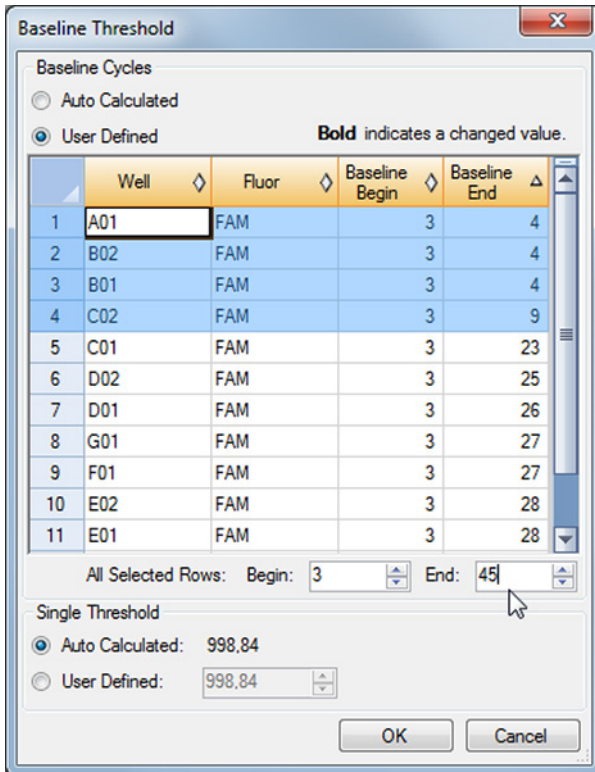

Figura 5: Cuadro de diálogo Baseline Threshold (umbral de línea de base)
3. En la barra de menú de la ventana Data Analysis (análisis de datos), haga clic en **Settings** → **Baseline Threshold...** (ajustes → umbral de línea de base...) para abrir el cuadro de diálogo Baseline Threshold (umbral de línea de base) (consulte la figura 5).
5. Seleccione todas las líneas que muestren un valor de **Baseline End** (final de línea de base) de 1 a 9 (consulte la figura 5).
6. Establezca el valor en el campo **End:** (final:) en 45 para las líneas seleccionadas (consulte la figura 5).
9. Repita los pasos del 3 al 7 para los canales de detección VIC™ (IC), ROX™ (HSV-1 objetivo) y Cy5 (HSV-2 objetivo).